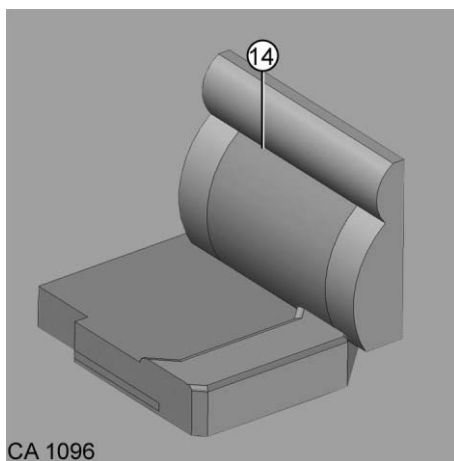

Fig. 24 Coussin d'appoint sur le modèle I
8. Sur le modèle I : Placer le coussin d'appoint (Fig. 24/14) devant le panneau dossier (Fig. 22/1).